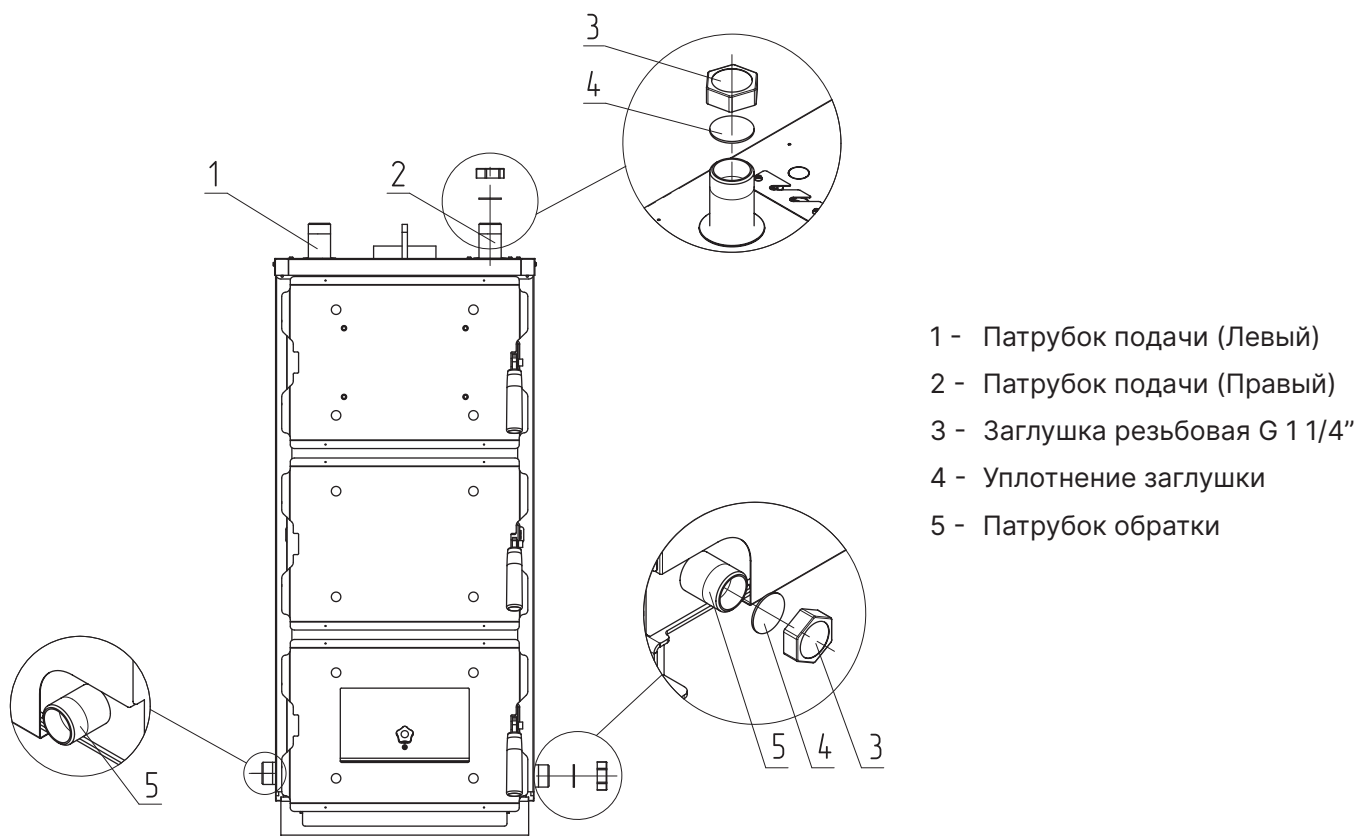

Рис.9 Установка заглушек на патрубки
1. Изменить подключение патрубков подачи и обратки теплоносителя с правого (**Рис.9, поз.2**) на левый (**Рис.9, поз.1**).
2. Поменять местами уплотнительные заглушки (**Рис.9, поз.4**) и заглушки резьбовые (**Рис.9, поз.3**) на патрубках подачи и обратки.
Внимание! На неиспользуемом патрубке (**Рис.9, поз.1** или **поз.2**) обязательно должна быть установлена заглушка (**Рис.9, поз.3**) с уплотнением заглушки (**Рис.9, поз.4**). Также на неиспользуемом патрубке в нижней части котла обязательно должна быть установлена заглушка (**Рис.9, поз.5**).